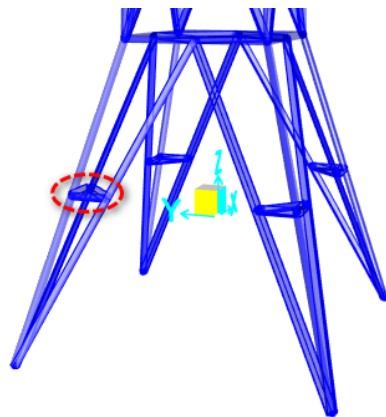

图 2.5 柱脚横梁布置
5. 为提高三维桁架的柱脚稳定性，在各柱脚中点位置布置一圈横梁，如图 2.5 所示。打开捕捉中点选项后，直接通过绘制命令绘制。